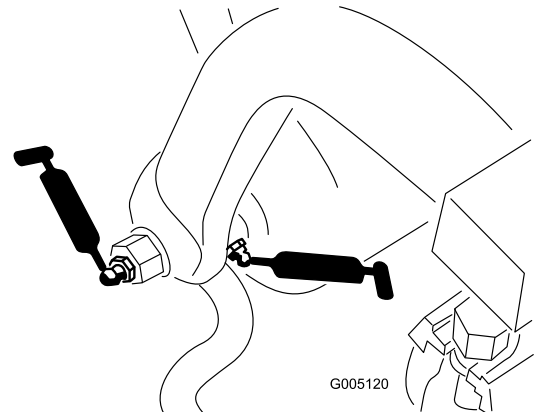

Figura 38
- Rullo e albero del telaio di trazione (12) (Figura 38)